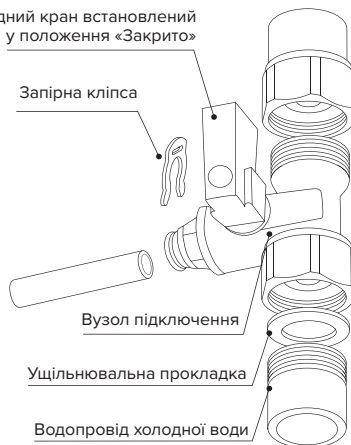

Рис. 3. Схема встановлення вузла підключення
3. Під'єднайте вузол підключення до водопроводу (рис. 3). За потреби для ущільнення зовнішньої різьби вузла підключення використовуйте стрічку ФУМ.